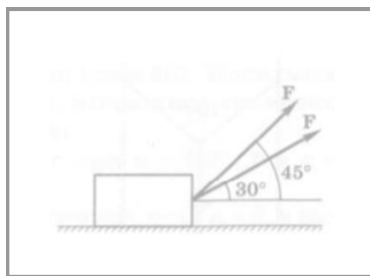

Рис. 13
4.1 Груз тянут за две веревки, образующие с направлением движения углы  $45^\circ$  и  $30^\circ$  (рис.13). Какую работу надо совершить для перемещения груза на 25 м, если к каждой веревке прикладывается постоянная сила  $F = 200 \text{ Н}$ .